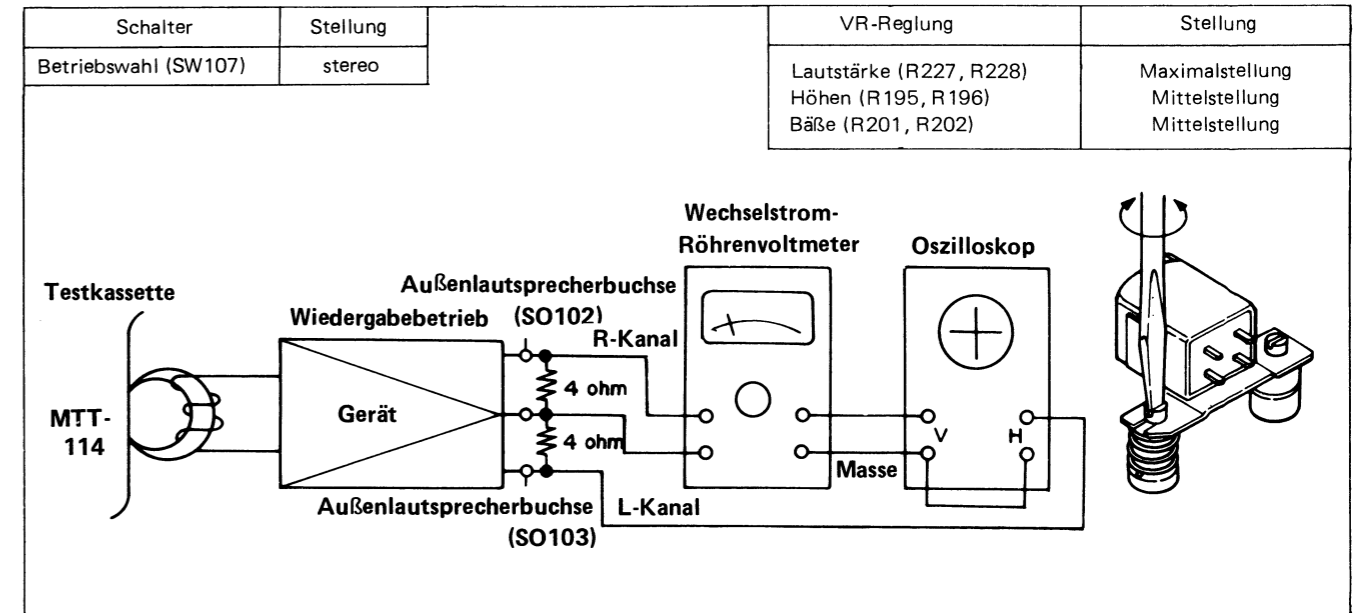

Abbildung 26
■ **AUFNAHME-/WIEDERGABEKOPF-AZIMUTEINSTELLUNG** (Siehe Abbildung 26)